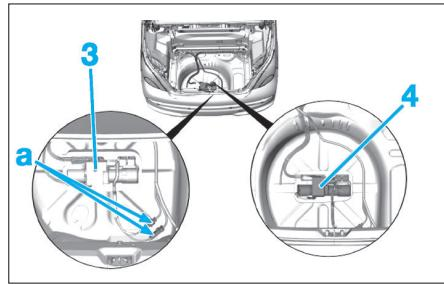

Fig. 102
- Déposer le couvercle (2).
- Faire chuter la pression dans le circuit en desserant la vis (3) jusqu'en butée (Fig.102).